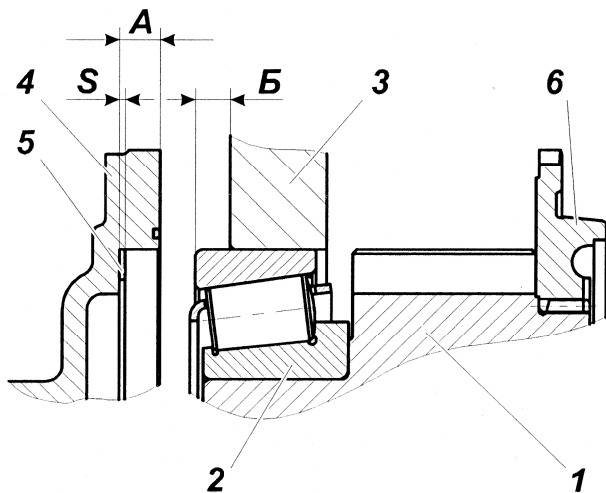

Рис. 28:
Установить в расточку картера коробки передач первичный вал в сборе с прокладками подобранными по п. 1. рис. 28.
5.6. Замерить размер Б рис. 28, (между торцами картера коробки передач и наружного кольца подшипника) при этом, гнездо заднего подшипника вторичного вала должно быть плотно (под усилием собственного веса вторичного вала) прижато через установочные прокладки к торцу зубчатой муфты демультипликатора; первичный вал должен быть плотно (под усилием собственного веса) прижат через установочные прокладки к торцу наружного кольца переднего подшипника вторичного вала, а наружное кольцо заднего подшипника первичного вала - к роликам.